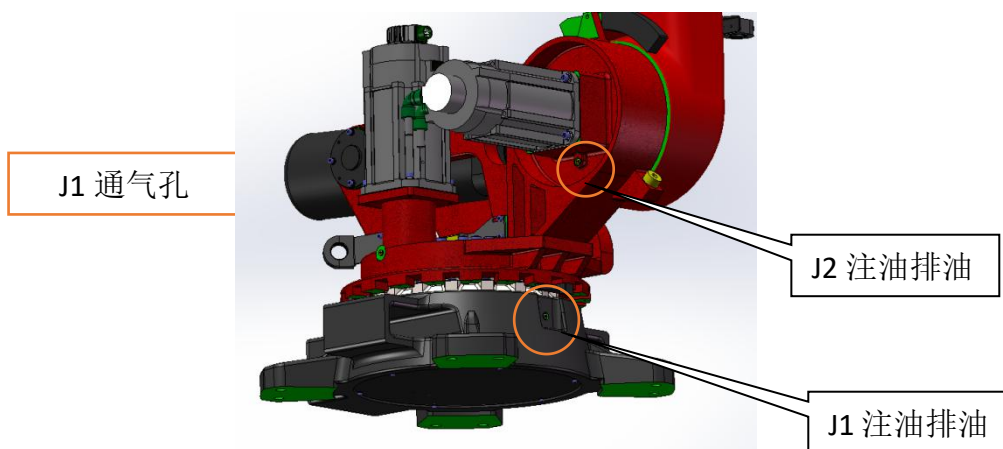

图 3.1
1)J1 轴换油图 3.1 示，机器角度：任意即可
2) J2 轴换油图 3.1、3.2 示：